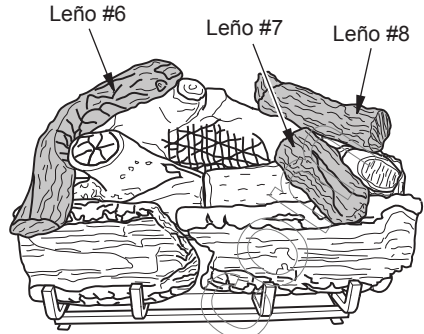

Figura 22 - Instalación Leños #6, #7 y #8
4. Coloque los leños #6, #7 y #8 como se muestra en la Figura 22, en la página 53.